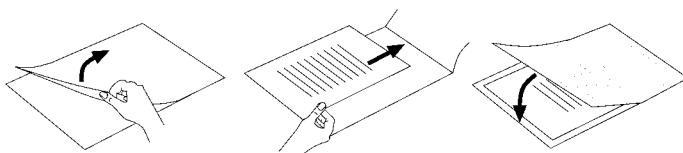

Fig. 2
- ▶ Fare attenzione a utilizzare solo un foglio per la laminazione. Provvedere prima ad aprirlo come indicato ad esempio in Fig. 2.
- Fare attenzione a utilizzare solo un foglio per volta per la laminazione. Aprirlo prima come indicato ad esempio in Fig. 2.